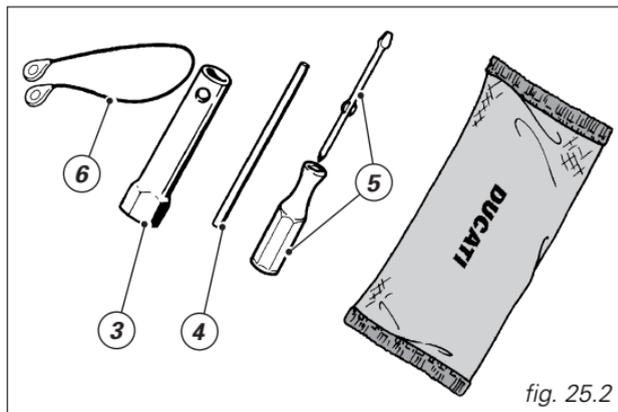

fig. 25.2
**The tool bag holds** (fig. 25.2)